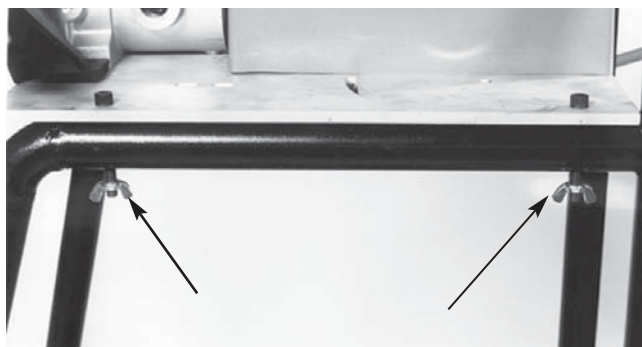

Рисунок 19
2. Выкрутите четыре болта, которые крепят основание к опоре (рисунок 19).